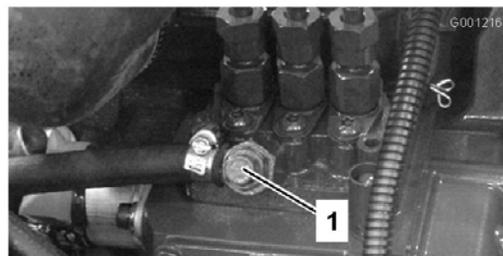

Figura 30
- Desaperte o parafuso de purga que se encontra na bomba de injeção de combustível (Figura 30).